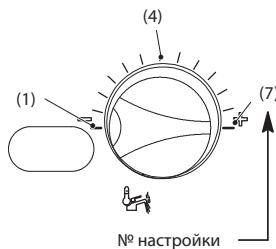

Рис. 40
- Чтобы изменить настройку, поверните регулятор температуры горячего водоснабжения и установите его в **положение (7)** как указано на (Рис. 40).